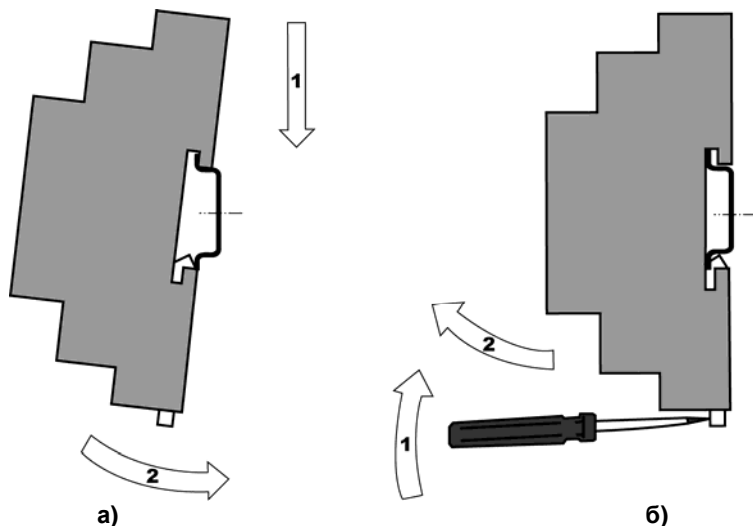

Рисунок 6.1 – Монтаж контроллера с креплением на DIN-рейку
4. Для съема контроллера с DIN-рейки в проушину защелки вставляется острое отверстие (см. рисунок 6.1 б)), и защелка отжимается по стрелке 1, после чего контроллер отводится от DIN-рейки по стрелке 2. При съеме ПЛК63 две защелки отжимаются одновременно.